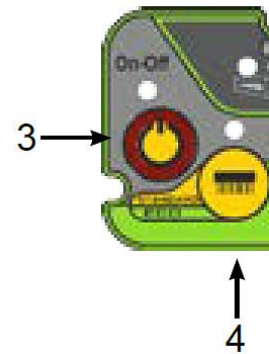

Abb. 24: Maschine einschalten
Schritt 1: Schalten Sie die Maschine durch Drücken des Hauptschalters (Pos.3, Abb.24) ein.
Schritt 2: Wählen Sie über den Betriebswahlschalter (Pos. 4, Abb. 24) die Bürstensteuerung an.